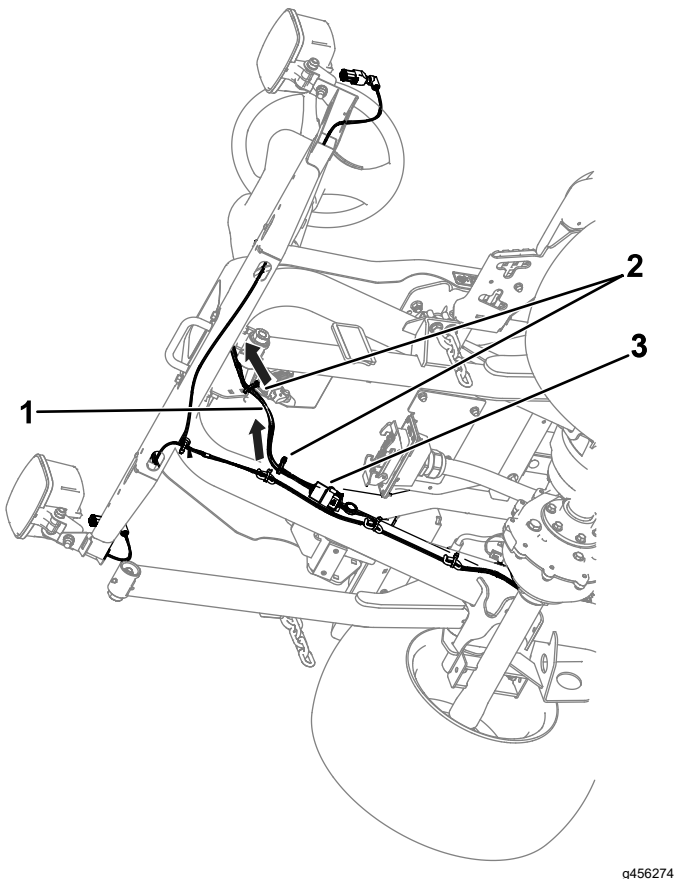

Bild 35
1. Verlegen Sie den Steuerkabelbaum durch die Plattformöffnung (Bild 35).
teten Anschluss des Scheinwerferkabelbaums (Bild 35).
3. Befestigen Sie die Kabelbinder am Steuerkabelbaum, wie in Bild 35 abgebildet.